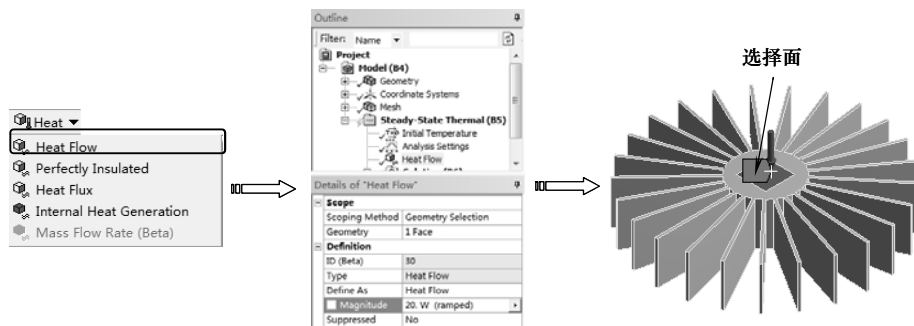

图 12-74 设置热流
2) 单击【Environment】工具栏上的【Heat】|【Heat Flow】命令，单击【图形】工具栏上的选择模式下的【Single Select (单选)】按钮，然后单击【Face (选择面)】按钮，选择如图 12-74 所示的面，单击【Geometry】项中的【Apply】按钮完成，在【Details of “Heat Flow”】列表中设置【Definition】选项下的【Magnitude】为 20W，如图 12-74 所示。